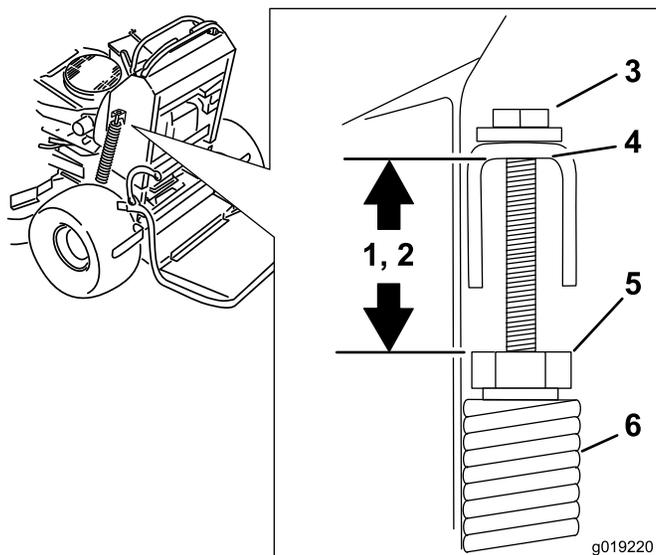

Figure 98
2. Vérifiez la distance entre l'écrou de ressort et le bas du support en U soudé (Figure 98).
3. La distance doit être comprise entre 47 et 50 mm (1,8 et 2 po) pour les tabliers de coupe de 122 et 132 cm (48 et 52 po) et entre 43 et 46 mm (1,7 et 1,8 po) pour les tabliers de coupe de 152 cm (60 po) (Figure 98).
4. Au besoin, réglez la distance en ajustant le boulon en haut du support en U (Figure 98).